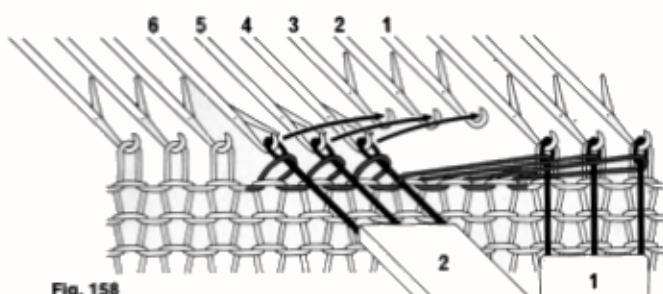

Fig. 158
- Recueillir sur le 2^o poinçon les mailles des aiguilles 4 - 5 et 6 et les reporter sur les aiguilles 1 - 2 - 3. Oter le poinçon n^o 2 (fig. 158),